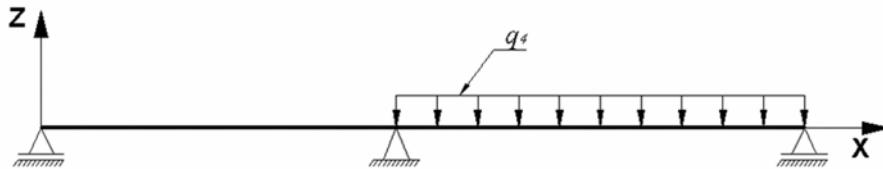

Рис.7.6 Схема загружения 4 балки
- загружение 4 – равномерно распределенная во втором пролете $q_4 = 0.87 \text{ тс/м}$ (рис.7.6);